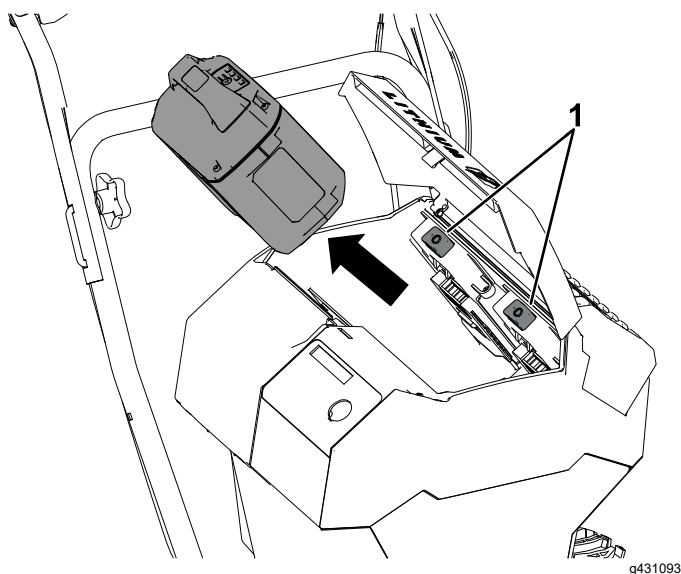

Figura 18
2. Presione el cierre de la batería para liberar la batería y retírela (Figura 18).